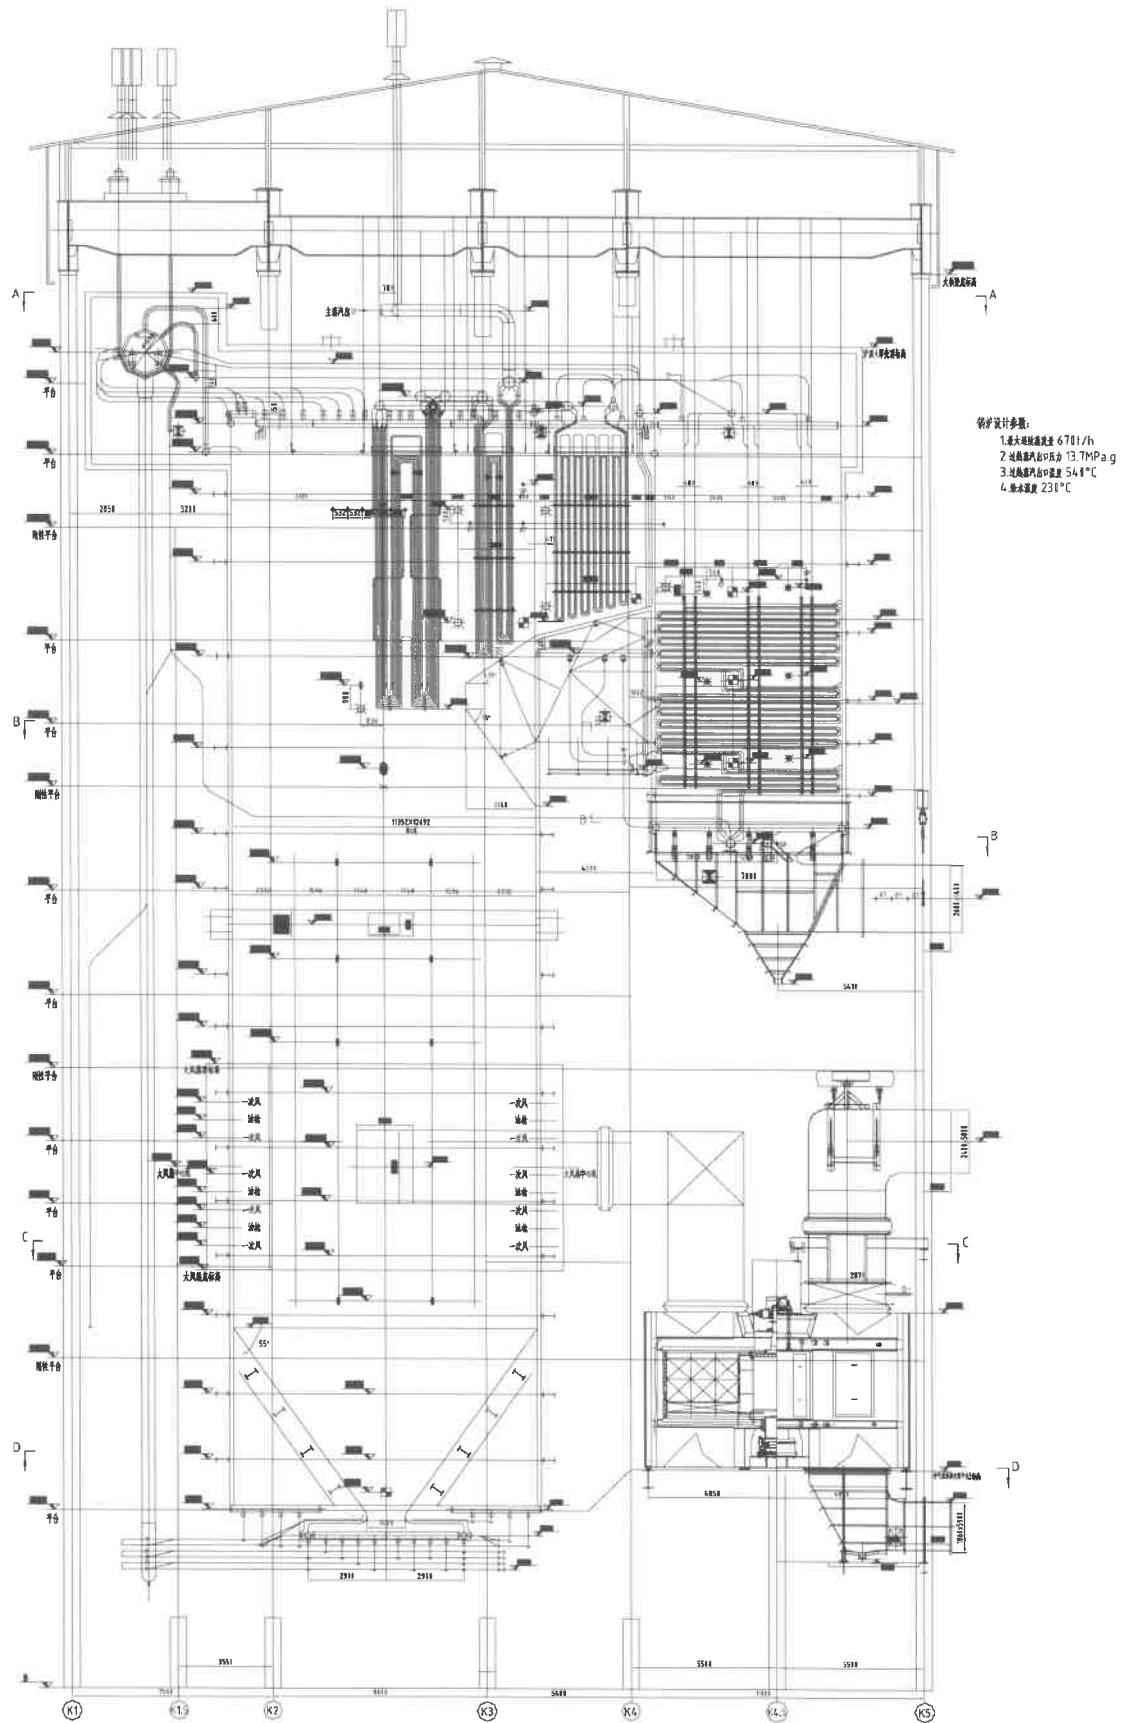

图 2-1 锅炉总体布置
2. 4 锅炉总体布置见图2-1，热电厂 4×670t/h 锅炉为上海锅炉厂有限公司设计和制造的 SG-670/13.7-M3001 型超高压参数自然循环、四角切向燃烧方式、单炉膛、无再热、平衡通风、露天布置、固态排渣、全钢构架、炉顶设大罩壳锅炉。制粉系统采用正压直吹式制粉系统，每台锅炉配置 5 台 HP743 型中速磨煤机。锅炉总体布置炉膛宽 12692mm，深 11352mm，炉顶标高 47300mm，锅筒中心线标高 51100mm，炉顶大板梁底标高 54200mm。锅炉运转层标高 12600mm，运转层为钢格栅满铺大平台。锅炉炉顶采用大罩壳热密封结构。炉膛由 Φ60×6 膜式水冷壁组成，炉底冷灰斗角度 55°，炉底密封采用水封结构，炉膛上部布置了屏式过热器及高温过热器，炉底下集箱标高为 5850mm。水平烟道深度为 4500mm，由包覆延伸侧墙